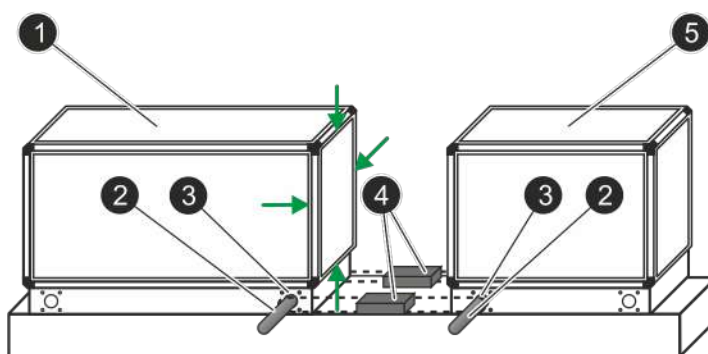

Fig. 22: Tubos de transporte y polipasto de cadena
1. ➤ Compruebe si la cinta de estanqueidad autoadhesiva del bastidor de perfiles (Fig. 22/flechas) está pegada a un cubo individual.
2. ➤ Si no hay cinta de estanqueidad pegada al bastidor de perfiles, limpie y desengrase con acetona el bastidor de perfiles por el punto de adhesión de la cinta de estanqueidad autoadhesiva (Fig. 22/flechas). A continuación, pegue la cinta de estanqueidad autoadhesiva a lo largo del punto de adhesión del bastidor de perfiles.
3. ➤ Introduzca un tubo de elevación (Fig. 22/2) en cada abertura de transporte (Fig. 22/3) de los cubos individuales (Fig. 22/1+5).
4. ➤ Fije un polipasto de cadena (Fig. 22/4) en cada uno de los dos tubos de elevación (Fig. 22/2) por delante y por detrás en los cubos individuales (Fig. 22/1+5).
5. ➤ Con los dos polipastos de cadena (Fig. 22/4) aproxime uniformemente los dos cubos individuales (Fig. 22/1+5).
6. ➤ Una los cubos individuales (Fig. 22/1+5) ( ➤ *Capítulo 3.3.1 «Unión de cubos individuales» en la página 41).*